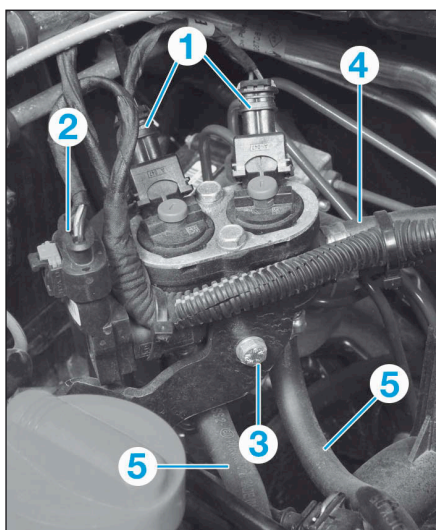

FIG.39
- Débrancher les connecteurs (1) des injecteurs (Fig.39).